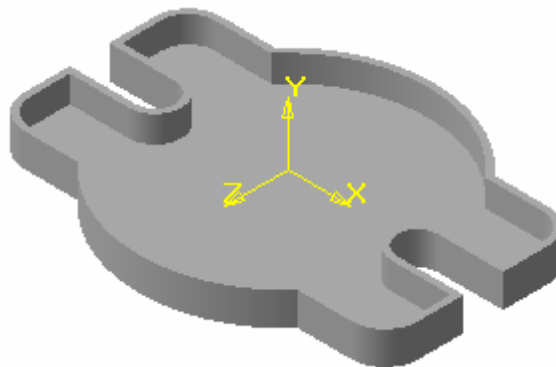

Рис. 5.21.
17. Деталь прийме наступний вигляд, рис. 5.21.